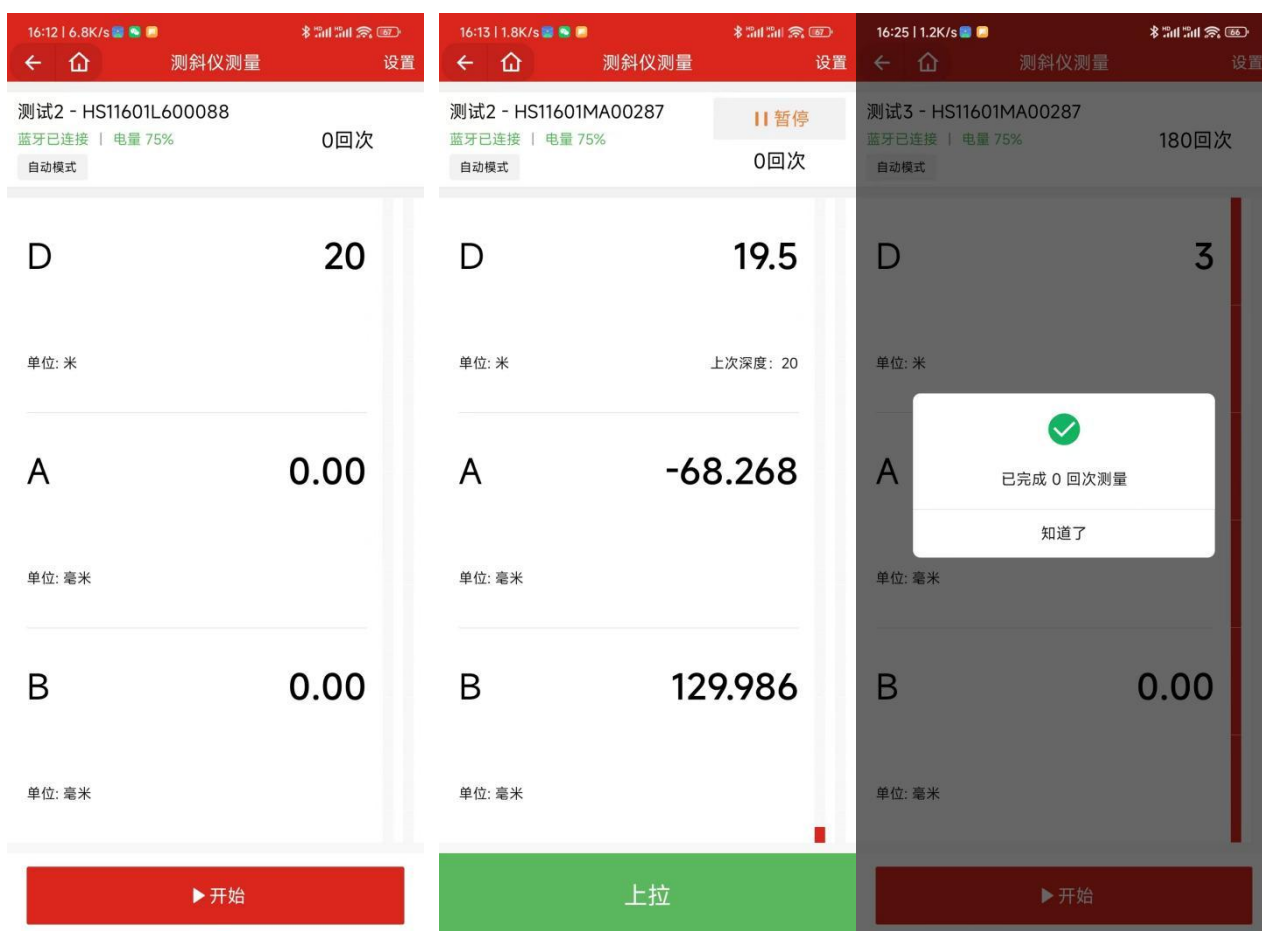

图 27
(1) 自动模式完整测量流程
- h. 连续重复“g”的采集步骤，直至拉动探头到达测斜管顶部，此时显示“已完成 0 回次测量”，如图 27 所示。